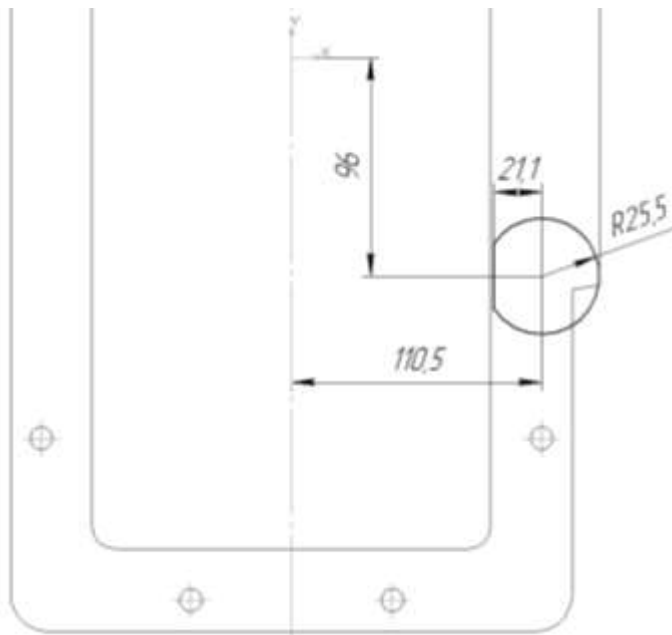

Рисунок 6.8 – Ескіз першого перерізу бобишки
14. Створюємо бобишки під болти, що з'єднують корпус і кришку редуктора. Виділіть площину ZX і побудуйте в ній ескіз першого перерізу бобишки (рис. 6.8). Координати центра півкола повинні збігатися з координатами центра отвору під болт в бобишці, а радіус півкола задайте рівним 25,5 мм.